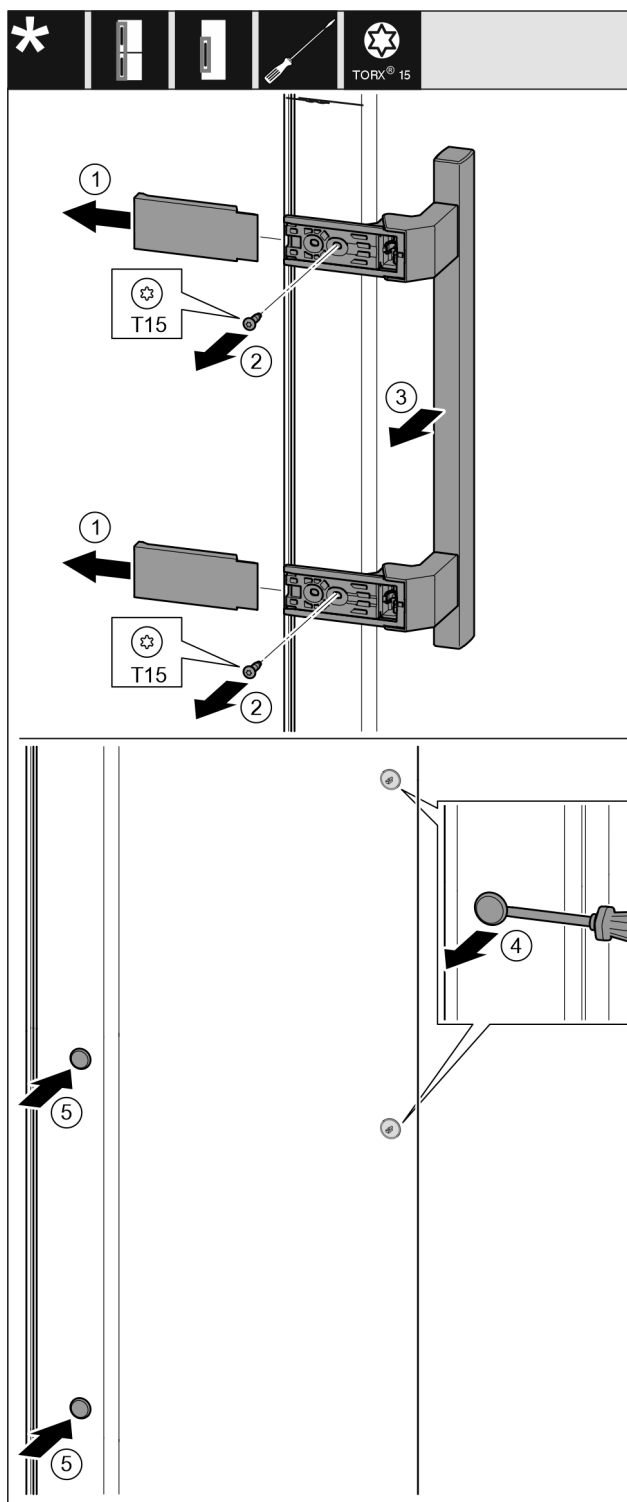

Fig. 11
- ▶ Rimuovere la copertura. *Fig. 11 (1)*
- ▶ Svitare le viti con il cacciavite T15. *Fig. 11 (2)*
- ▶ Rimuovere la maniglia. *Fig. 11 (3)*
- ▶ Con un cacciavite a testa a intaglio sollevare con cautela i tappi laterali ed estrarli. *Fig. 11 (4)*
- ▶ Inserire nuovamente i tappi sull'altro lato. *Fig. 11 (5)*